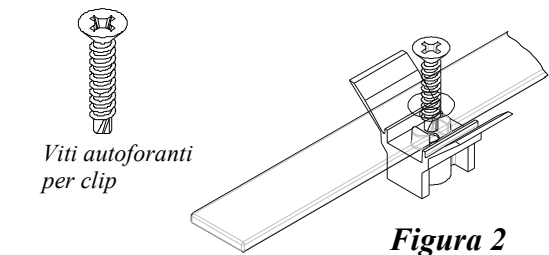

Figura 2
- Si consiglia il pre assemblaggio delle clip e relative viti sulla Fast Lock (vedi figura 2), inserendo leggermente la vite nella clip in materiale plastico.